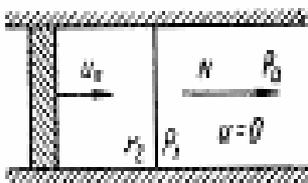

Рис. 15
76. Перед поршнем, движущимся в трубе с постоянной скоростью $u_{II} = 400 \frac{\text{м}}{\text{сек}}$, возникла ударная волна. Правый конец трубы (рис. 15) открыт в атмосферу. Найти N – скорость волны относительно стенок трубы и скорость волны относительно поршня.
77. Во сколько раз скорость распространения волны сжатия будет превосходить скорость движения поршня в трубе (см. рис. 15), если плотность газа возрастает на волне в три раза?